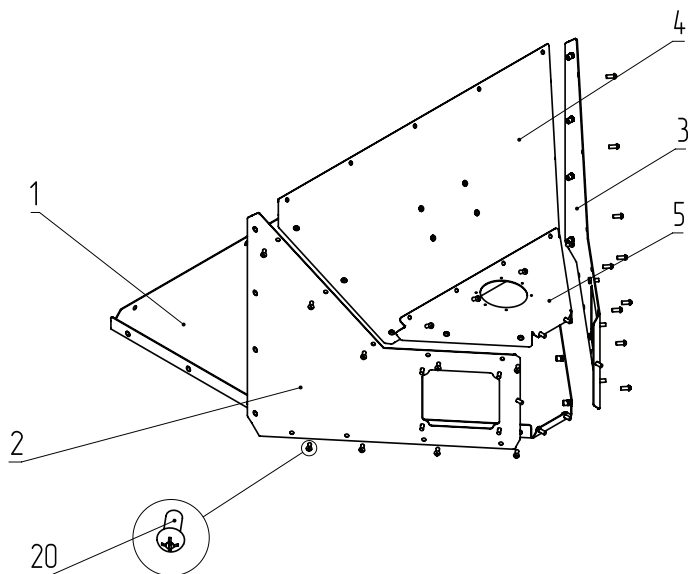
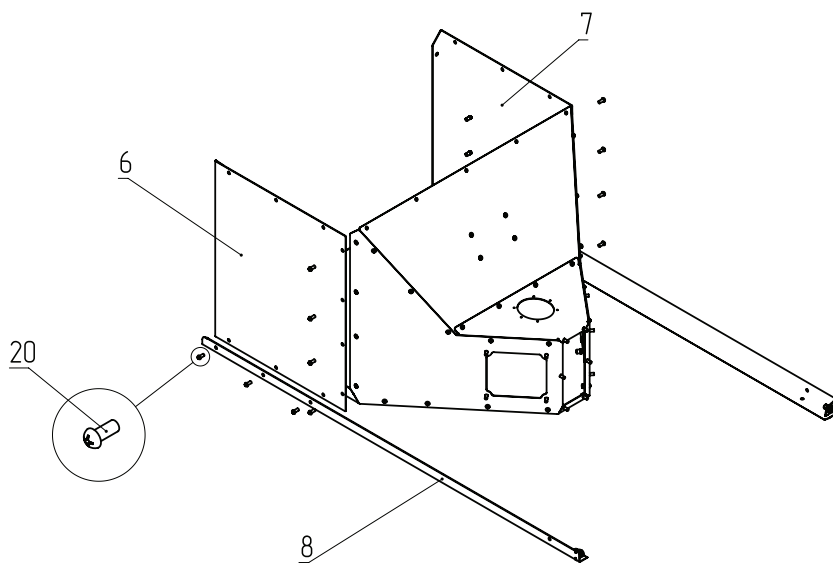
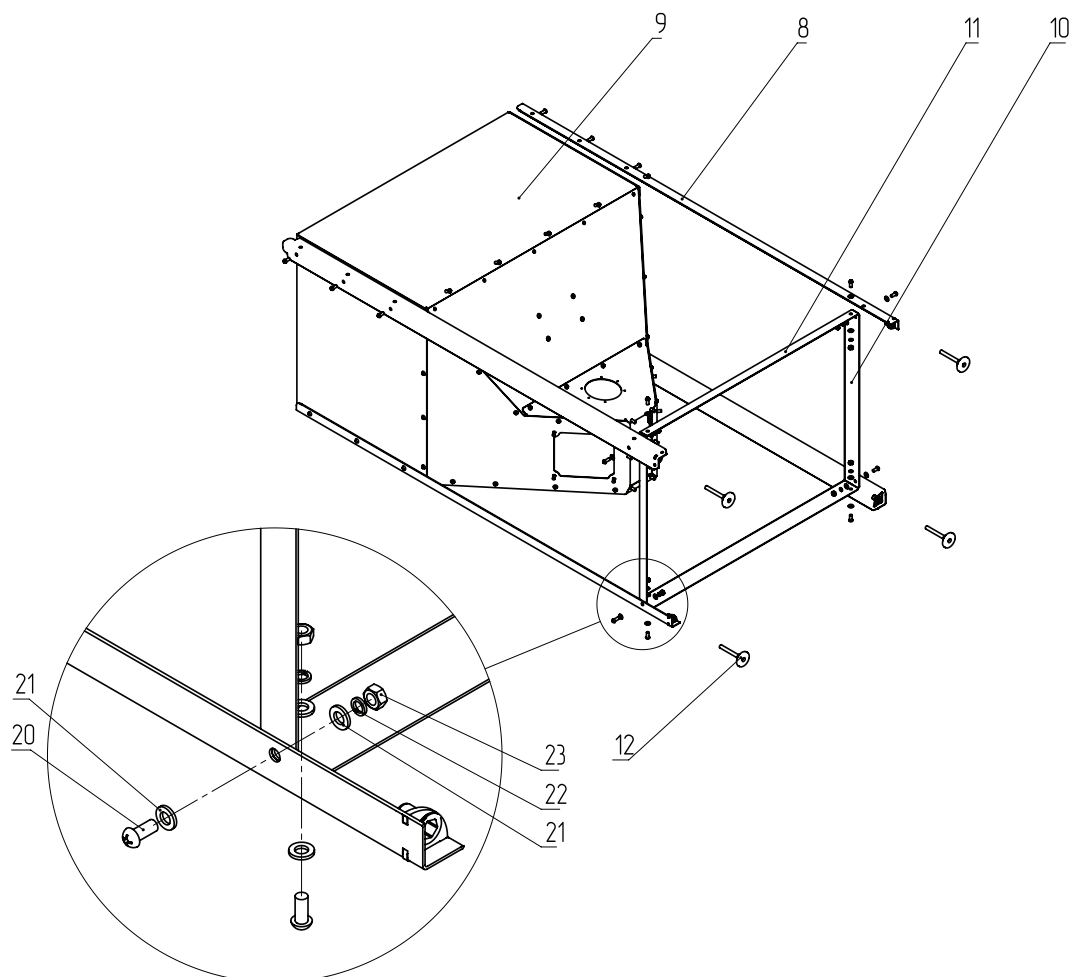

Рис.10 Порядок сборки бункера
Рис.11 Порядок сборки бункера
Рис.12 Порядок сборки бункера
1. Прикрутите к стенке главной (**Рис.10, поз.1**) стенку бункера наклонную переднюю (**Рис.10, поз.2**), стенку бункера наклонную заднюю (**Рис.10, поз.3**), стенку бункера наклонную правую (**Рис.10, поз.4**) и трапецию (**Рис.10, поз.5**);
2. Скрепите детали винтами (**Рис.10, поз.20**), как показано на **Рис.10**;
3. К собранной детали (**Рис.10**) прикрутите стенку верхнюю переднюю (**Рис.11, поз.6**), стенку верхнюю заднюю (**Рис.11, поз.7**) и стойки бункера (**Рис.11, поз.8**);
4. Зафиксируйте их винтами (**Рис.11, поз.20**), как показано на **Рис.11**;
5. К собранной детали (**Рис.11**) прикрутите стенку верхнюю правую (**Рис.12, поз.9**) и стойки бункера (**Рис.12, поз.8**) и зафиксируйте их винтами;
6. Укрепите стойки бункера поперечными перекладинами (**Рис.12, поз.11**);
7. Зафиксируйте их винтами (**Рис.12, поз.20**), шайбами (**Рис.12, поз.21, 22**) и гайками (**Рис.12, поз.23**), как показано на **Рис.12**;
8. В стойки бункера вкрутите опоры резьбовые регулируемые (**Рис.12, поз.12**). Данные опоры служат для регулирования высоты и уровня бункера.
4. Закрепите механизм подачи (верхний) к стенке наклонной правой (Рис.10, поз.4) четырьмя винтами (Рис.10, поз.31);
16. Прикрутите распределительную коробку (Рис.1, поз.9) гайками к стенке бункера наклонной задней (Рис.10, поз.3) через прокладку (Рис.10, поз.17).